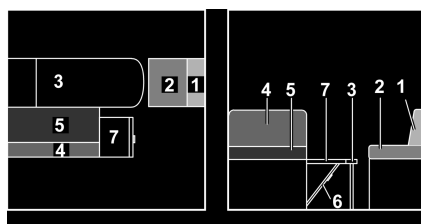

Fig. 129 Durante la transformación
- Plegar la prolongación del banco de asiento (Fig. 129,7) hacia arriba y colocar una cuña con la trampa.
- Quitar el cojín del respaldo del asiento longitudinal (Fig. 129,1) y ponerlo a un lado.
- Tirar el cojín del asiento del asiento longitudinal (Fig. 129,2) hacia delante hasta la mesa.
- Tirar el cojín del asiento del banco (Fig. 129,5) hacia adelante sobre la mesa.
- Plegar el cojín del respaldo del banco (Fig. 129,4) y tirarlo sobre la prolongación del banco.
- Colocar el cojín adicional (Fig. 129,9) entre el cojín del asiento y el del respaldo.
- Colocar los cojines adicionales (Fig. 129,10, 11 y 12) entre la pared lateral y los cojines sobre la mesa y el tablero.